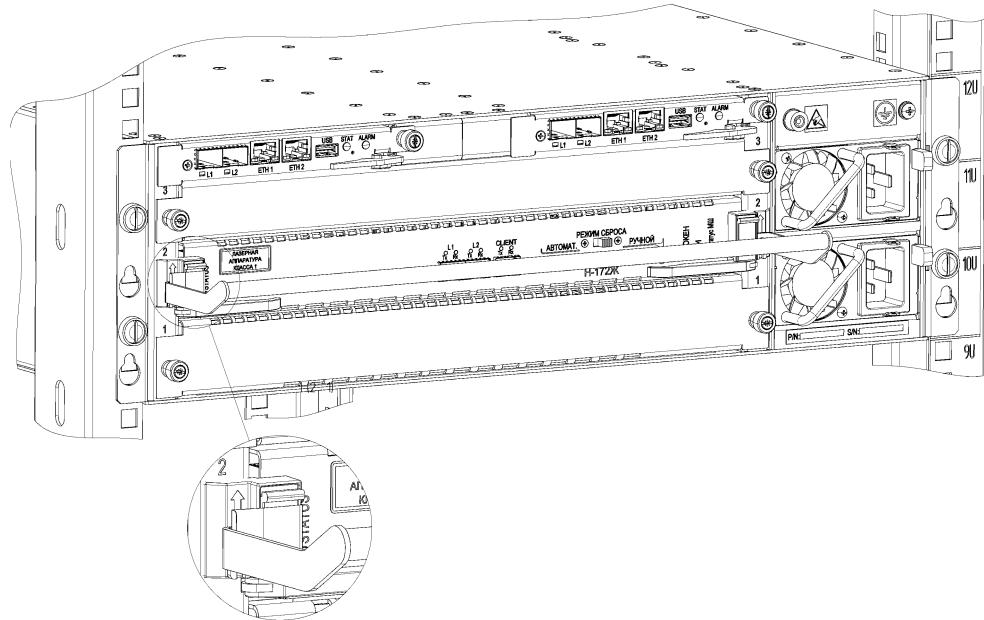

Рисунок 16 – Опечатывание изделия
- опечатать изделие наклейкой с надписью: «НЕ ВСКРЫВАТЬ» (см. Рисунок 16);